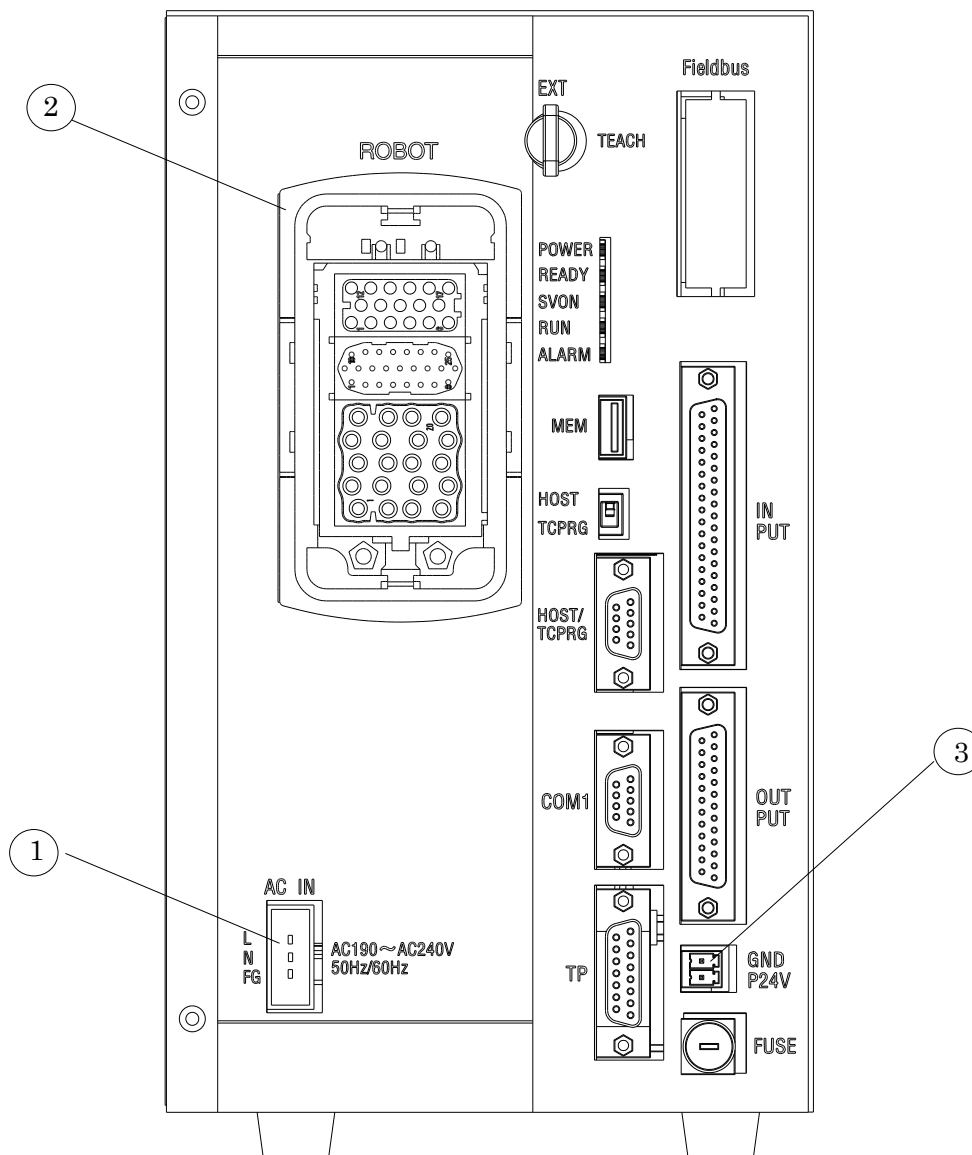

図 8.1 ロボットコントローラコネクタ配置図（KSL3000）
ロボットコントローラに接続されるケーブルは、図8.1のようになっています。
8.1.2 電源線の接続“ACIN” 図8.1-①
コネクタはACIN(図8.1-①)となっています。
8.1.3 モータ線の接続“ROBOT” 図 8.1-② (KHL-300~KHL-700 の場合)
8.1.4 エンコーダ線の接続“ROBOT” 図 8.1-②
8.1.5 ロボット制御信号線の接続“ROBOT” 図 8.1-②
8.1.6 ブレーキ信号線の接続“ROBOT” 図 8.1-②
8.1.7 外部入出力用電源供給線の接続 “GNDP24V” 図 8.1-③